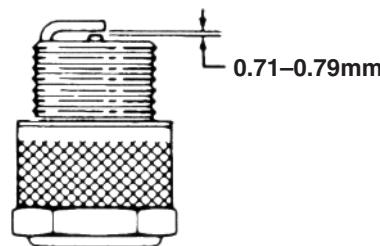

Fig. 26
- Impostare una distanza fra gli elettrodi di 0,71–0,79 mm (Fig. 26), montare la candela e serrarla saldamente a 27 Nm.